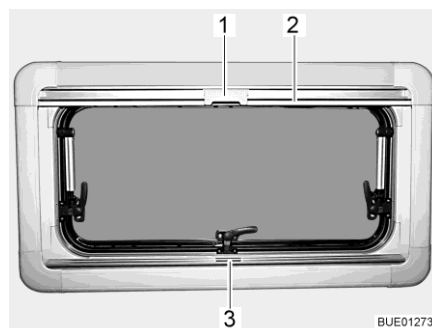
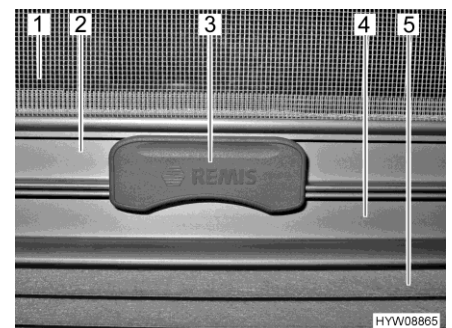

Bild 20 Ausstellfenster
Bild 21 Raste
Faltverdunklung Die Faltverdunklung (Bild 21,5) befindet sich im unteren Rollokasten.
- Faltverdunklung in der Mitte der Griffleiste (Bild 20,3 und Bild 21,4) fassen, von unten nach oben ziehen und auf der gewünschten Höhe loslassen. Die Faltverdunklung bleibt in dieser Höhe stehen.
Insektenschutzrollo Das Insektenschutzrollo (Bild 21,1) befindet sich im oberen Rollokasten.
- Insektenschutzrollo an der Griffleiste (Bild 20,2 und Bild 21,2) nach unten ziehen, bis es an der Griffleiste der faltverdunklung (Bild 21,4) anstößt.
- Raste (Bild 20,1 und Bild 21,3) am Insektenschutzrollo mit der Griffleiste der faltverdunklung verriegeln. Wenn die Raste verriegelt ist, können faltverdunklung und Insektenschutzrollo gemeinsam verstellt werden.
- Raste (Bild 21,3) am Insektenschutzrollo oben drücken.
- Insektenschutzrollo an der Griffleiste (Bild 20,2) langsam zurückführen.